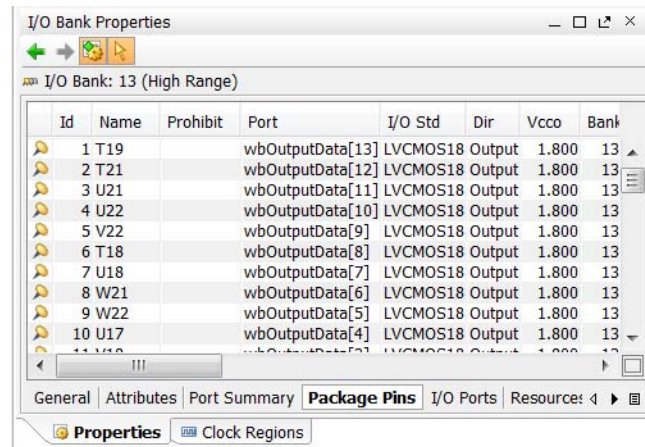

図 3-5 : [I/O Bank Properties] ビュー :
2. [I/O Bank Properties] ビュー (図 3-5) の下部にあるタブをクリックし、情報を確認します。